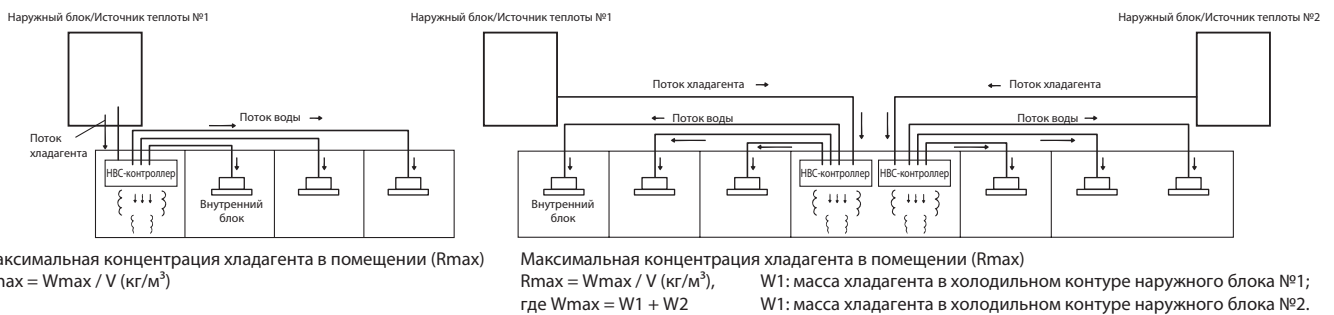

Рис. 1-1 Максимальная концентрация хладагента в помещении при утечке.
Максимальная концентрация хладагента в помещении (Rmax) рассчитывается как отношение суммарной массы хладагента, содержащегося в системе (Wmax), к объему данного помещения (V) (Рис. 1-1). Суммарная масса хладагента складывается из заводской заправки и дополнительной заправки на месте монтажа.